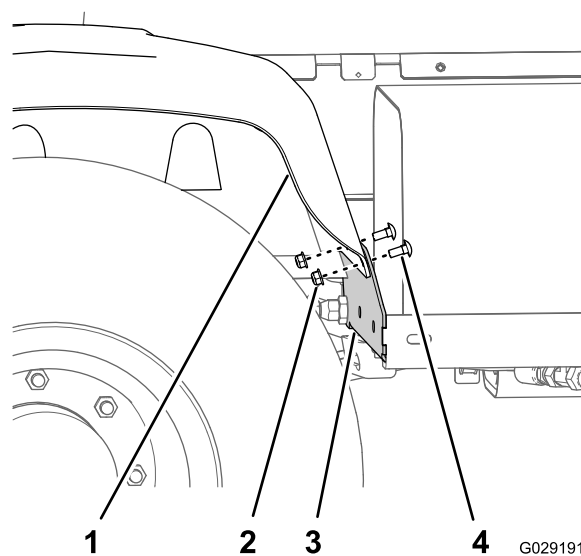

图4
1. 拆下将右后挡泥板固定至前挡泥板托架上的 2 个车身螺栓和 2 个凸缘锁紧螺母 (图4)